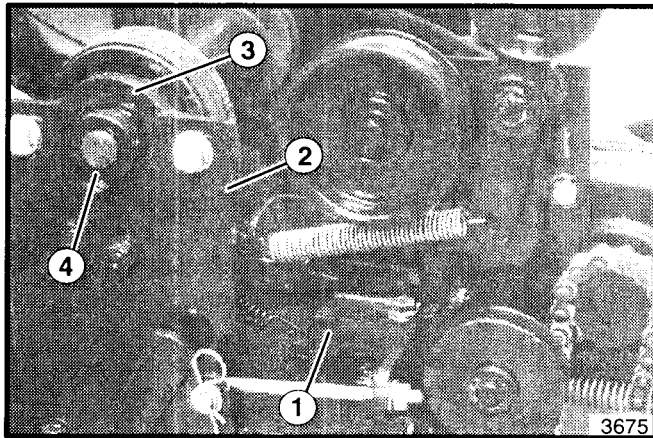

Abbildung 19. Riemeneinstellung
3. Die Befestigungsteile, die die Anbauplatte (welche die Spindelriemenscheibe trägt) und das Stehlager halten, lösen (siehe Abbildung 19).